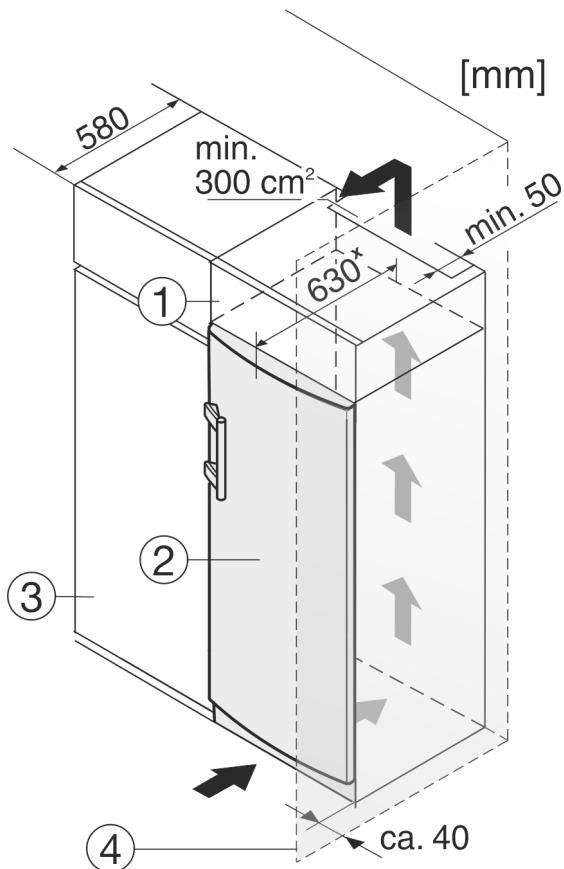

Fig. 12
- (1) Шафа для встановлення на пристрой
(2) Пристрой
- (3) Кухонна шафа
(4) Стінка
Перед встановленням пристроя можна змінити його конструкцію відповідно до кухонної шафи. Щоб привести висоту пристроя Fig. 12 (2) у відповідність із розмірами кухонної ніші, можна встановити на нього спеціальну шафу Fig. 12 (1).
При комбінуванні з кухонними шафами (глибина макс. 580 мм) пристрій можна встановити безпосередньо поруч з кухонною шафою Fig. 12 (3). Пристрій виступає збоку на 34 мм і посередині на 50 мм відносно передньої панелі кухонної шафи.
Якщо пристрій встановлюється поряд зі стінкою Fig. 12 (4), відстань між пристроєм та стінкою повинна бути не менше 40 мм. Це відповідає необхідній відстані для ручки після відкривання дверцят.